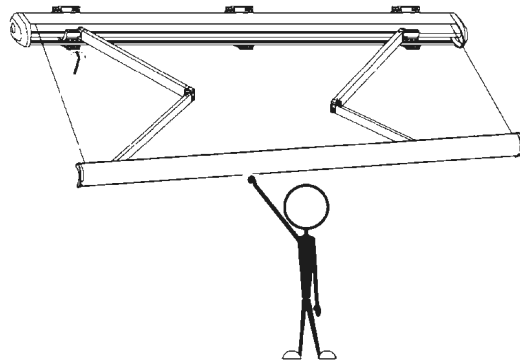

Abb. 6.2
- Setzen Sie dann die Sonnenstore auf die Halterungen wie in Abbildung 6.2.